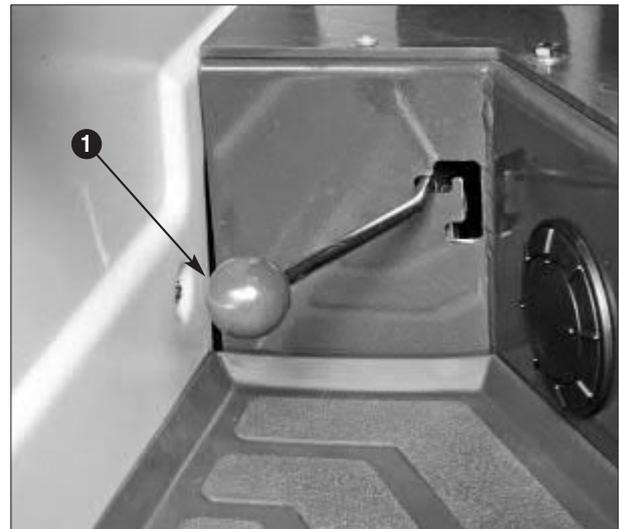

Abb. 99
3. Oberwagen mechanisch mit Bolzenverriegelung feststellen (1 Abb. 99).